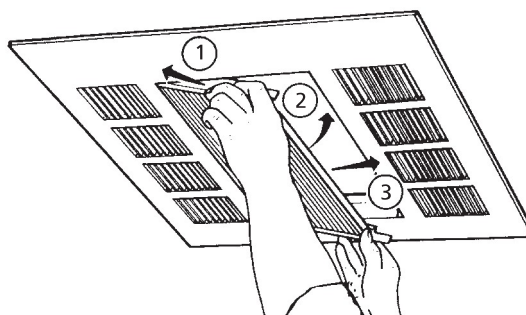

Figure 11
4. Alors que l'on maintient l'ensemble avec les deux mains, ajuster un côté de l'ensemble dans l'ouverture du boîtier et faire glisser ce côté à l'intérieur alors que l'on ajuste l'autre côté dans le boîtier. (Voir la Figure 11.) Faire glisser l'ensemble en position pour que la partie inférieure de chaque guide se verrouille dans l'ouverture.